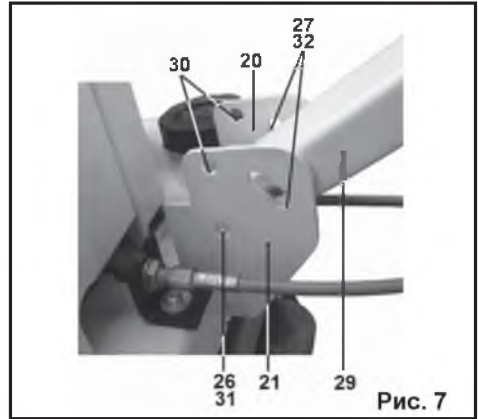
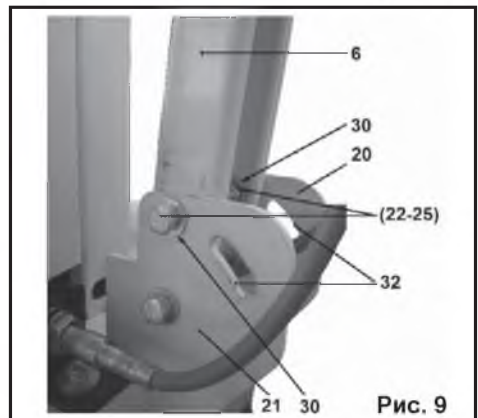

Рис. 7
Рис. 9
7.2.2. Ослабьте гайки (25) в отверстиях (26, 31) (Рис. 7).
7.2.3. Совместите отверстия (26) кронштейна рукоятки управления (29) с отверстиями (30) кронштейнов (20, 21), повернув рукоятку управления вокруг оси отверстий (26, 31) (Рис. 7). Зафиксируйте положение деталями крепления (22-25) (Рис. 9, 10).